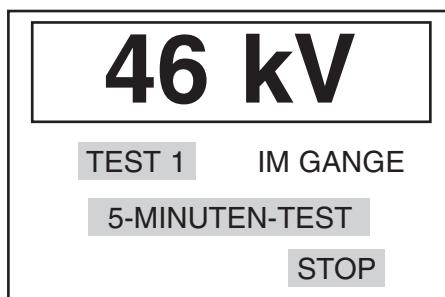

Abbildung 6 Bildschirm: Anliegende prüfspannung
2. Nach Ablauf der Anfangsstehzeit wird die Prüfspannung eingeschaltet und an die Ölprobe gelegt. Es erscheint ein Bildschirm mit 'TEST 1', der der Darstellung in Abbildung 6 ähnlich ist.
2. Nach Ablauf der Anfangsstehzeit wird die Prüfhochspannung eingeschaltet und langsam an die Ölprobe gelegt. Es erscheint ein Bildschirm, der der Darstellung in Abbildung 6 ähnlich ist.
2. Nach Ablauf der Anfangsstehzeit wird die Prüfhochspannung eingeschaltet und an die Ölprobe gelegt. Es erscheint ein Bildschirm, der der Darstellung in Abbildung 6 ähnlich ist.
- Der Bildschirm nimmt nun das in Abbildung 6 dargestellte Standardformat an. Bei Betätigung der rechten Taste kehrt der Benutzer zum Hauptmenü zurück. Nach Erreichen der oberen Spannungsgrenze erscheint auf dem Display die verstrichene Zeit, während derer die Spannung bereits angelegt hat, bis eine Minute vorbei oder ein Durchschlag aufgetreten ist.